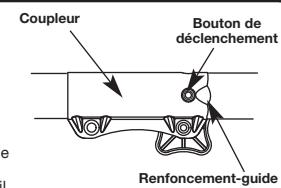

Fig. 1
2. Appuyez sur le bouton de déclenchement et maintenez-le enfoncé (Fig. 1).
**REMARQUE:** alignez le bouton de déclenchement avec le renflement-guide pour faciliter l'installation (Fig. 1).